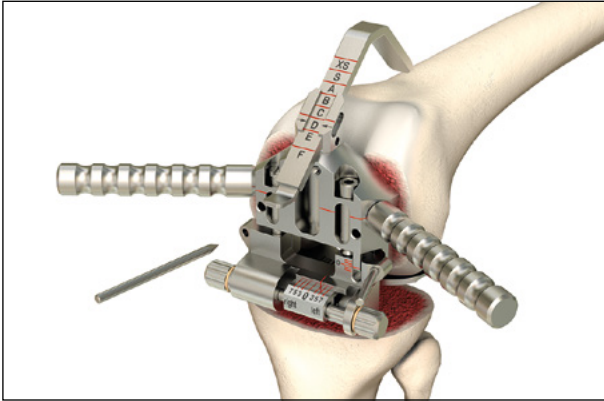

Рис. 19 Установка размерного / ротационного шаблона для бедренной кости
- После настройки угла ротации шаблон необходимо зафиксировать в его нижней части как минимум одним штифтом (рис. 19)